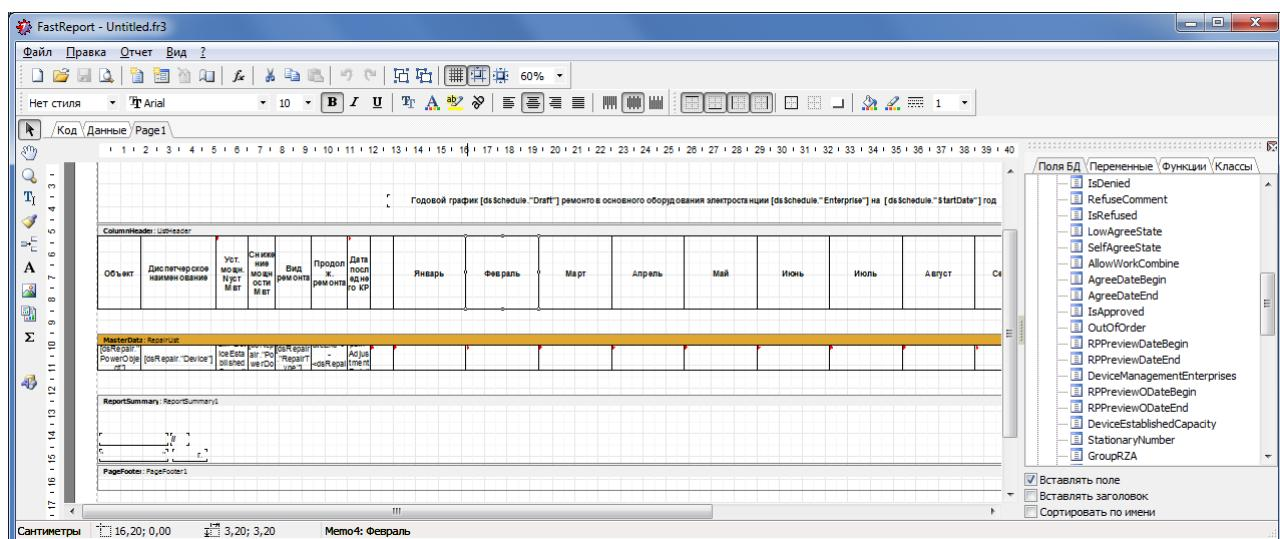

Рисунок 9.19 – Форма редактирования шаблона отчетов
- 3) В открывшейся форме редактирования шаблона отчетов (Рисунок 9.19) отредактировать шаблон (описание наборов данных и правила редактирования шаблонов отчетов описаны в документе «Руководство разработчика. Отчетные формы»).